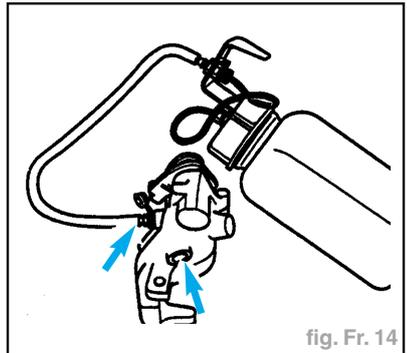

fig. Fr. 14
- Purge préalable de l'étrier de frein (fig. Fr. 14) :